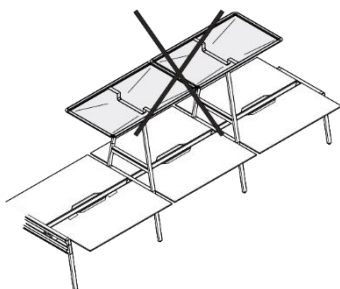

Рис. 31 Балдахин, недопустимый монтаж
- Два балдахина непосредственно рядом друг с другом над столами шириной 1 400 мм (см. Рис. 31).